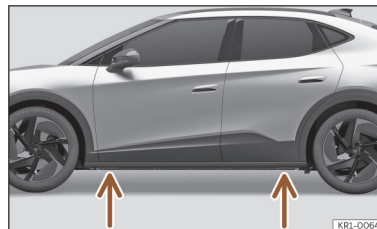

Fig. 207 Pontos de apoio do macaco.
- Procure na longarina a marca do ponto de apoio do macaco (zona afundada) mais próximo da roda a substituir >>> **Fig. 207.**